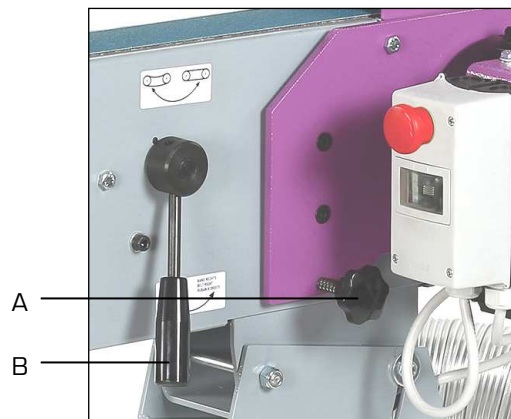

Figure 3
- Agir sur la petite poignée noire (A fig.3) en la tournant dans le sens antihoraire pour un positionnement plus à droite et dans le sens horaire pour un positionnement plus à gauche.
- Agir sur la poignée noire (B fig.3) dans le sens antihoraire pour tendre et dans le sens horaire pour détendre.
1. Dévisser les 2 boulons (A).
3. Détendre complètement la bande à l'aide de la poignée de tension (B fig.3).
5. Effectuer la tension de la bande en agissant sur la poignée (B fig.3) de façon à glisser juste un doigt entre la bande et la toile graphitée.
8. Revisser les 2 boulons (A).